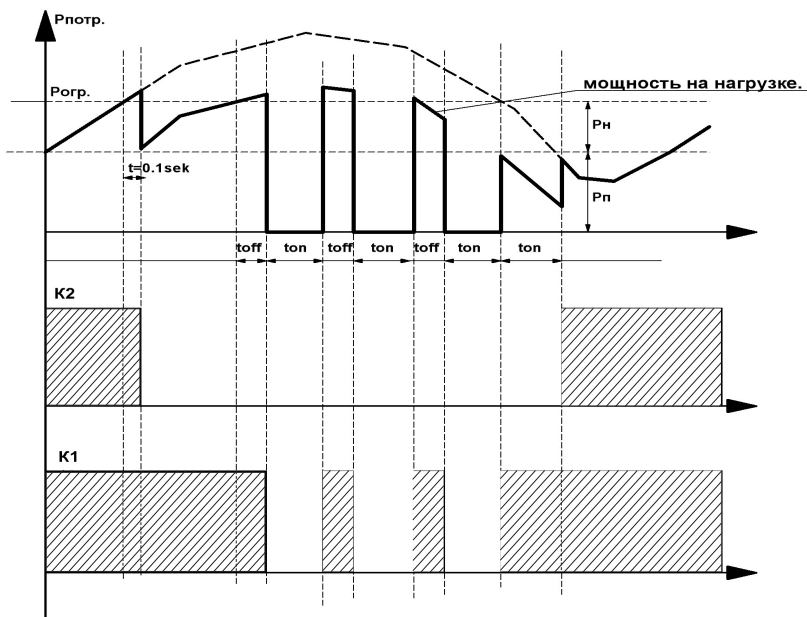

Рис.1 Диаграмма работы OM-1 с приоритетной нагрузкой
3.2 Режим работы с приоритетной нагрузкой. Нагрузка разбивается на две части, приоритетную R_п, отключать которую нежелательно и неприоритетную R_н. При перегрузке отключается R_н без временной задержки. Если перегрузки нет, R_н отключена, R_п подключена. Если перегрузка продолжается, R_п отключается в соответствии с установленным временем Toff. При снижении потребляемой мощности R_п подключается через время Ton, затем через это же время подключается и нагрузка R_н. Диаграмма работы на Рис.1, схема включения на Рис.2. Преимущества режима: нет полного отключения от сети питания, сум-